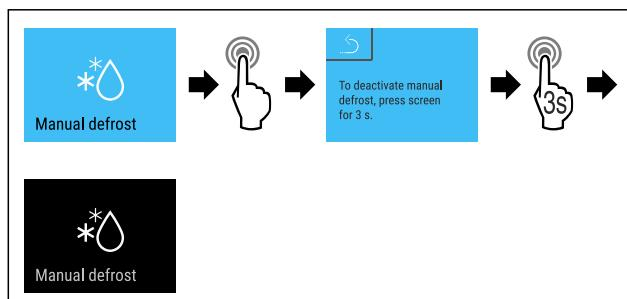

Fig. 133
- Seguir los pasos de procedimiento (consulte Fig. 133) .